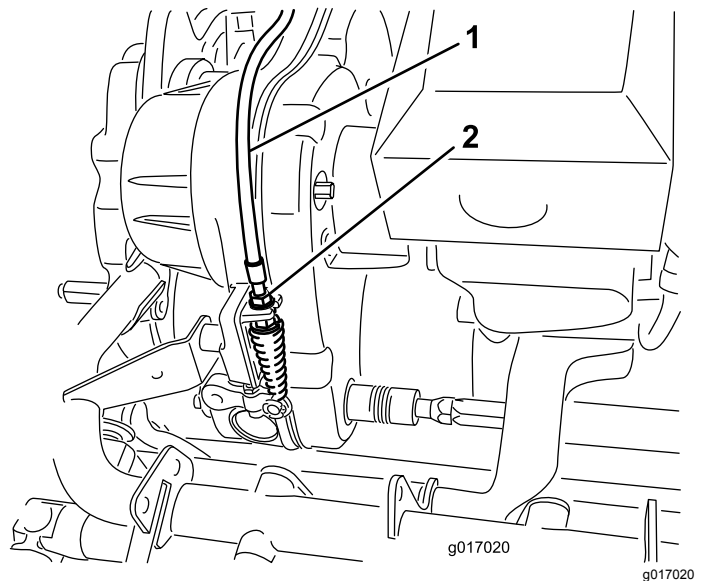

Figura 49
2. En el soporte de pasamuros de la transmisión, ajuste el cable de control del molinete (Figura 49), para obtener una longitud de 70,6 a 72,4 mm.